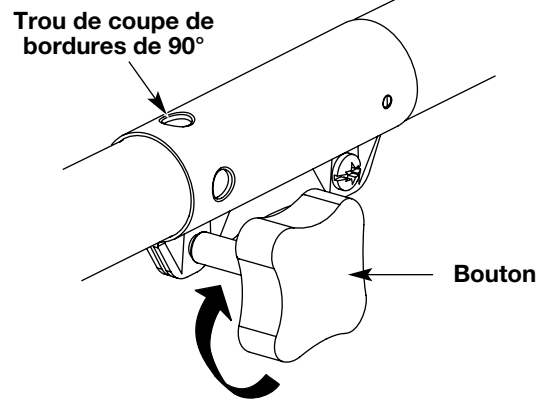

Fig. 18
3. Serrez le bouton en le tournant à droite (Fig. 18).
Pour couper les bordures à l'aide de la tête d'accessoire de coupe sur les modèle EZ-Link^{MC}, verrouillez le bouton de déclenchement de l'accessoire de coupe dans le **trou de 90°** (Fig. 18).